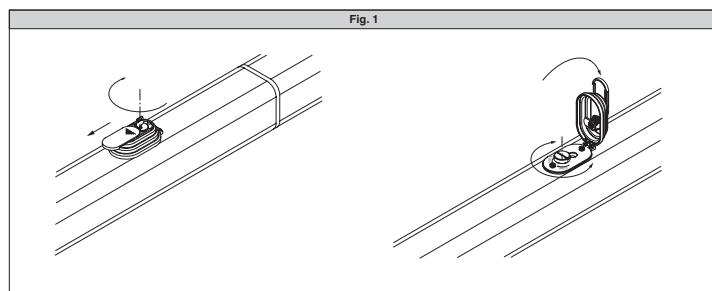

Fig. 1
zu erleichtern. Hierzu muß die kleine Abdeckung in Pfeilrichtung verschoben werden (Abb.1) bis das Schloß freiliegt. Nun den Schlüssel einstecken, um 90° im Uhrzeigersinn drehen und die gesamte Entriegelungsabdeckung abziehen. Der Kugelgriff muß so weit wie möglich in Pfeilrichtung gedreht werden.
En casos de emergencia, por ejemplo cuando se ha cortado el suministro de corriente, para desbloquear la cancela, hay que abrir la electrocerradura con la llave asignada y abrir manualmente la hoja, accediendo, eventualmente, al pomo de desbloqueo para facilitar la maniobra. Para tener acceso al pomo de desbloqueo, se tiene que abrir la tapa en el sentido indicado por la flecha (fig. 1) hasta que se vea la cerradura, insertar la llave, girar 90° en el sentido de las agujas del reloj y levantar todo el grupo asignado para cubrir el dispositivo de desbloqueo tirando de la misma. El pomo tiene que girarse todo lo que resulte posible en el sentido indicado por las flechas.
Em casos de emergência, por exemplo quando falta energia eléctrica, para desbloquear o portão, é necessário abrir a fechadura eléctrica com a sua chave, abrir manualmente a folha, eventualmente agir sobre o botão de desbloqueio para facilitar a manobra. Para ter acesso ao botão de desbloqueio deve-se deslocar a tampa no sentido indicado pela seta (fig.1) até descobrir a fechadura, introduzir a chave, girar em sentido horário de 90° e erguer todo a cobertura do desbloqueio puxando-a pela própria chave. O botão deve ser girado o quanto possível no sentido indicado pelas setas.
**3) PARTI PRINCIPALI DELL'AUTOMAZIONE (Fig.1)**